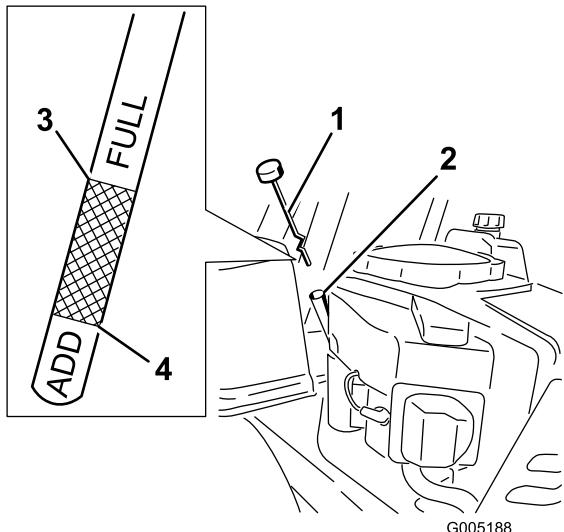

Figure 30
- Sortez le bouchon de remplissage/la jauge de niveau d'huile et essuyez-la sur un chiffon. Remettez la jauge en place en l'enfonçant au maximum (Figure 30).
- Sortez de nouveau la jauge et vérifiez le niveau d'huile. (Figure 30).
8. Enlevez le bouchon de remplissage/la jauge (Figure 30).
14. Versez avec précaution environ 80 % de la quantité d'huile spécifiée dans le goulot de remplissage (Figure 30)
15. Remettez le bouchon de remplissage/la jauge en place (Figure 30).
16. Vérifiez le niveau d'huile (Figure 30) (voir Contrôle du niveau d'huile).
18. Remettez le bouchon de remplissage/la jauge et serrez à fond (Figure 30).